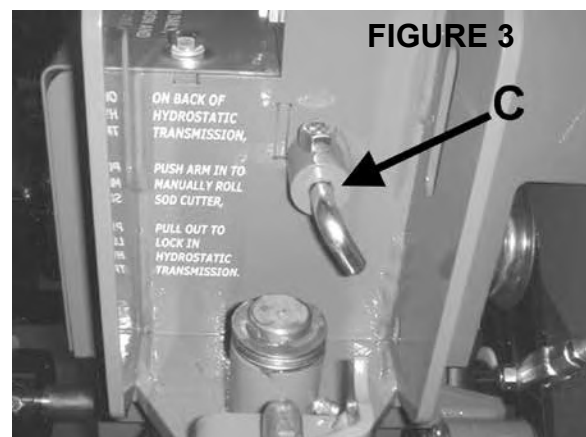

FIGURE 3
1. Mettez le levier de vitesses au neutre (N). **Image 1**
3. Pour vérifier le réglage du point mort, remontez avec le contrôle au neutre. Démarrez le moteur et tirez la goupille C. **Figure 3.** Augmentez le régime du moteur. La machine NE DOIT PAS bouger. Si la machine bouge, répétez les étapes 1 à 3 jusqu'à ce qu'elle soit correctement réglée.